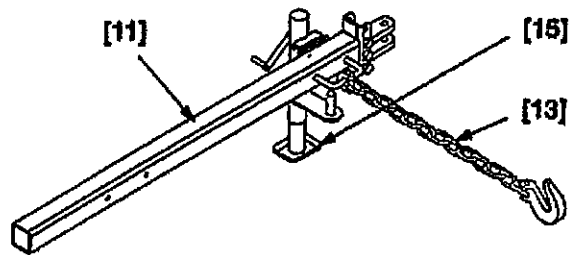

図 6 製品 85441, ブレーキ装備なし
11. トングとヒッチのアセンブリ, 製品 85441, ブレーキ装備なし (図 6 参照): 1 インチ・ピンを受け付ける。トングはトラクターと水平に接続すること。そのために, トラクター・ヒッチの高さを調整する。